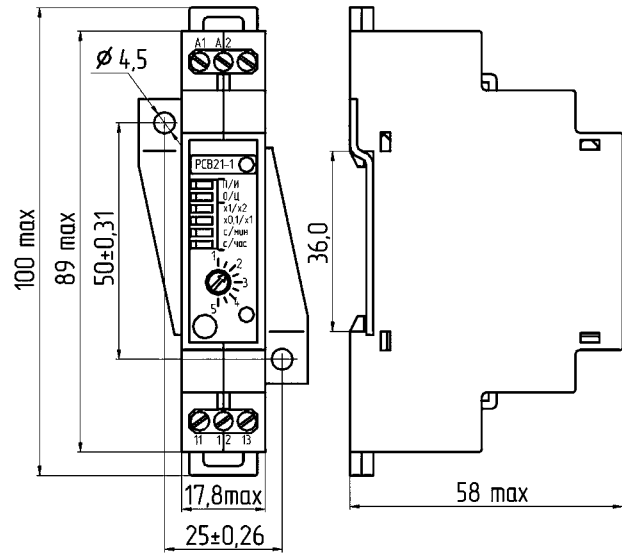

Рисунок 2. реле с креплением винтами
- с розеткой типа 2 – крепление реле на DIN-рейку, с винтовыми зажимами для переднего присоединения проводников (рис. 2);
- винтами при помощи переходной пластины (рисунок 2).